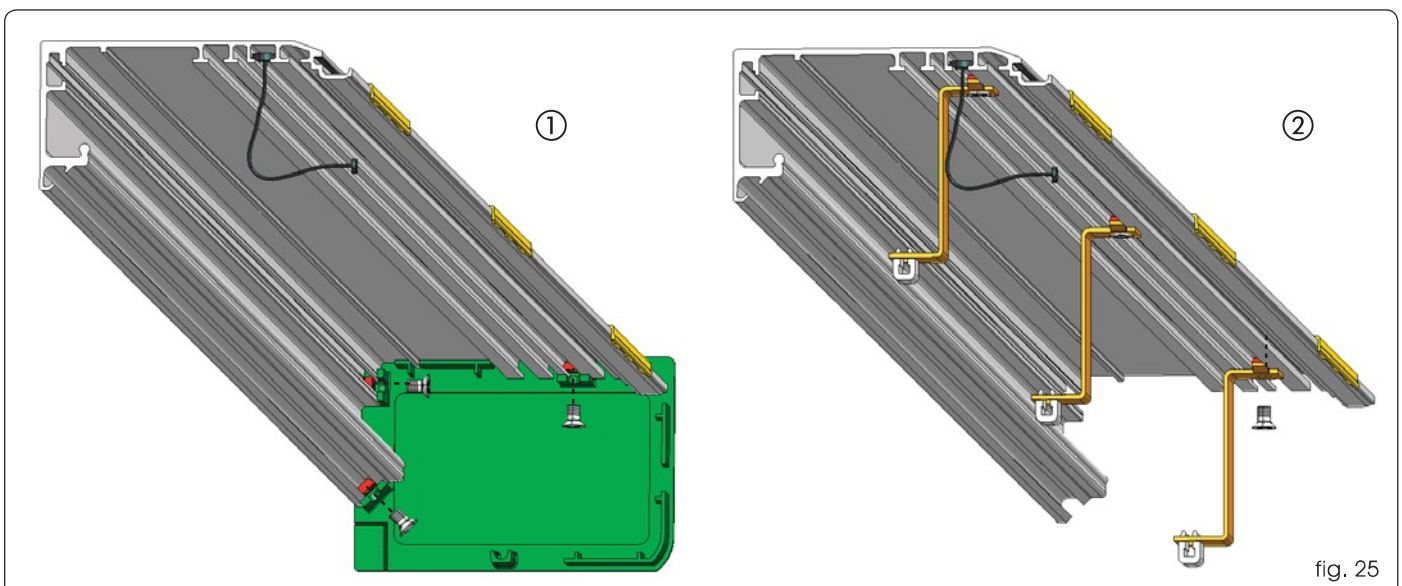

fig. 25
Appliquer les côtés d'après la fig. 25 réf. ① qui représente le montage du côté droit; procéder de la même manière pour le côté gauche.
Si l'on ne souhaite pas monter les côtés, monter 3 pattes de fixation du carter, deux pattes latérales et une patte centrale (pour les profils de plus de 3 mètres) d'après la fig. 25 réf. ②.